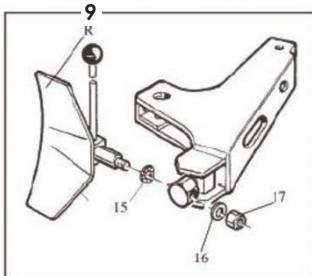

Рисунок 8
Затяните гайку (7). Затяните болты с шайбами (10) для крепления пластикового кожуха (рисунок 8).